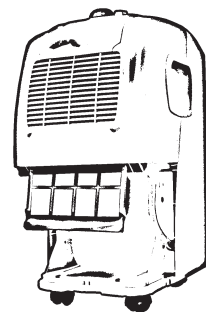

Fig. 8
Dra ut filterkassetten och avlägsna kolfiltret (C) (Fig. 8, 9).